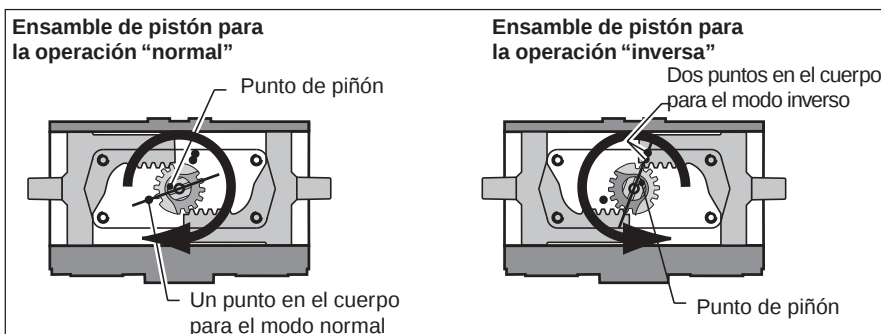

Fig. 6 Alineación de piñón
La rotación normal es en el sentido de las agujas del reloj con cada pistón moviéndose hacia el otro (vista desde arriba de la ranura en la parte superior del piñón, véase la fig. 6).
10.3.1 Rotación en el sentido de las agujas del reloj (con los pistones moviéndose hacia adentro, véase la fig. 6)
- 7 Lubrique ligeramente todas las muescas del pistón, el asiento del engranaje y los anillos 'O' (4) del pistón. Coloque los anillos 'O' (4) y los anillos de desgaste (3) en el pistón.
- 8 Ajuste el bloque de cojinete (10) en la parte trasera del pistón.
10.3.2 Rotación en el sentido contrario a las agujas del reloj (con los pistones moviéndose hacia adentro, véase la fig. 6)
- 2 Pase la biela retractora HYTORK debida a través del casquete (fig. 6) y atorníllela
- Para XL 26 a XL681, en los pistones (20)
- 6 Una vez que se hayan colocado los casquetes y las SAFEKEYS se hayan ajustado debidamente, extraiga las bielas retractoras HYTORK y vuelva a colocar los pernos de obturación (28) y las juntas (29).